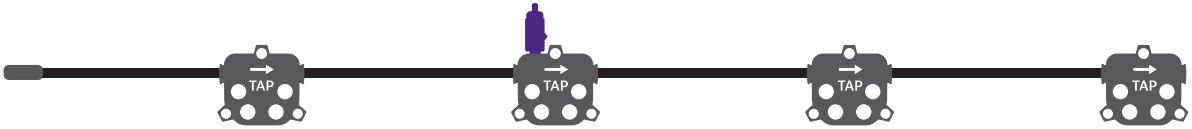

Figura 1 – Probe I-Stop conectada à porta KS
a. Conecte a probe I-Stop à porta KS do equipamento que está sendo testado (Figura 1)